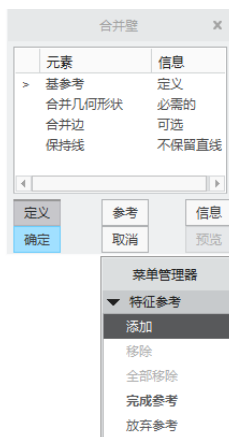

图 1-177 “合并壁”对话框和菜单管理器
(2) 在功能区的“模型”选项卡单击“编辑”组溢出按钮，接着单击“合并”命令旁的 （三角）按钮，并单击 （合并壁）按钮，系统弹出“合并壁”对话框和一个菜单管理器，菜单管理器提供了“特征参考”菜单，如图 1-177 所示。该菜单管理器所提供的菜单与“合并壁”对话框中的当前元素定义有关。从“合并壁”对话框中可以看到，需要定义以下元素，注意有些元素的定义是可选的。